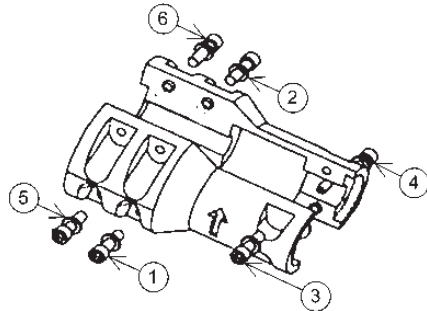

Figure 30 — Ordre de serrage des vis de l'accouplement
32. Serrer légèrement les quatre (4) vis d'assemblage restantes, puis serrer les six vis de sorte que les écarts entre les demi-accouplements restent symétriques sur toute leur longueur. NE PAS encore serrer les vis au couple.
33. Serrer les vis d'assemblage dans l'ordre (fig. 30) et au couple indiqués (v. Données techniques, page 8).